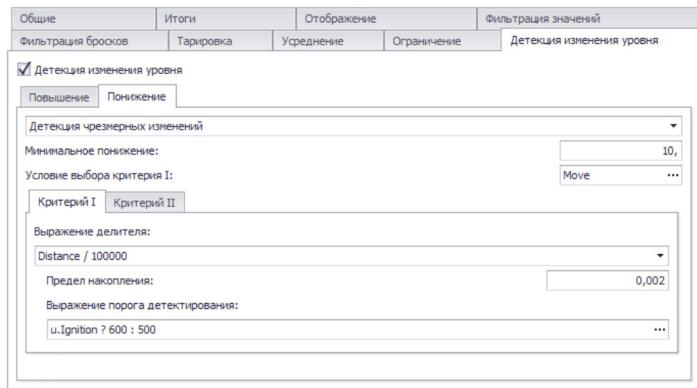

Рис.103. Детекция чрезмерных изменений.
**Условие выбора критерия I** – логическое выражение, при выполнении которого поиск понижения уровня ведется согласно критерию I. Если условие I не выполняется, то детекция осуществляется согласно критерию II. Например, при поиске сливов могут использоваться разные критерии детекции на остановках и во время движения. В этом случае условием выбора критерия 1 может быть задан флаг «Move», показывающий движение транспортного средства (**Рис.103**), а критерий 1 использоваться для детекции сливов во время движения.
На **Рис.103** приведен пример настройки детекции чрезмерного понижения топлива, путем вычисления расхода топлива в литрах на 100 км и сравнения полученного значения с пороговым. Если зажигание ТС включено, то порог детекции – 600, если выключено – 500.